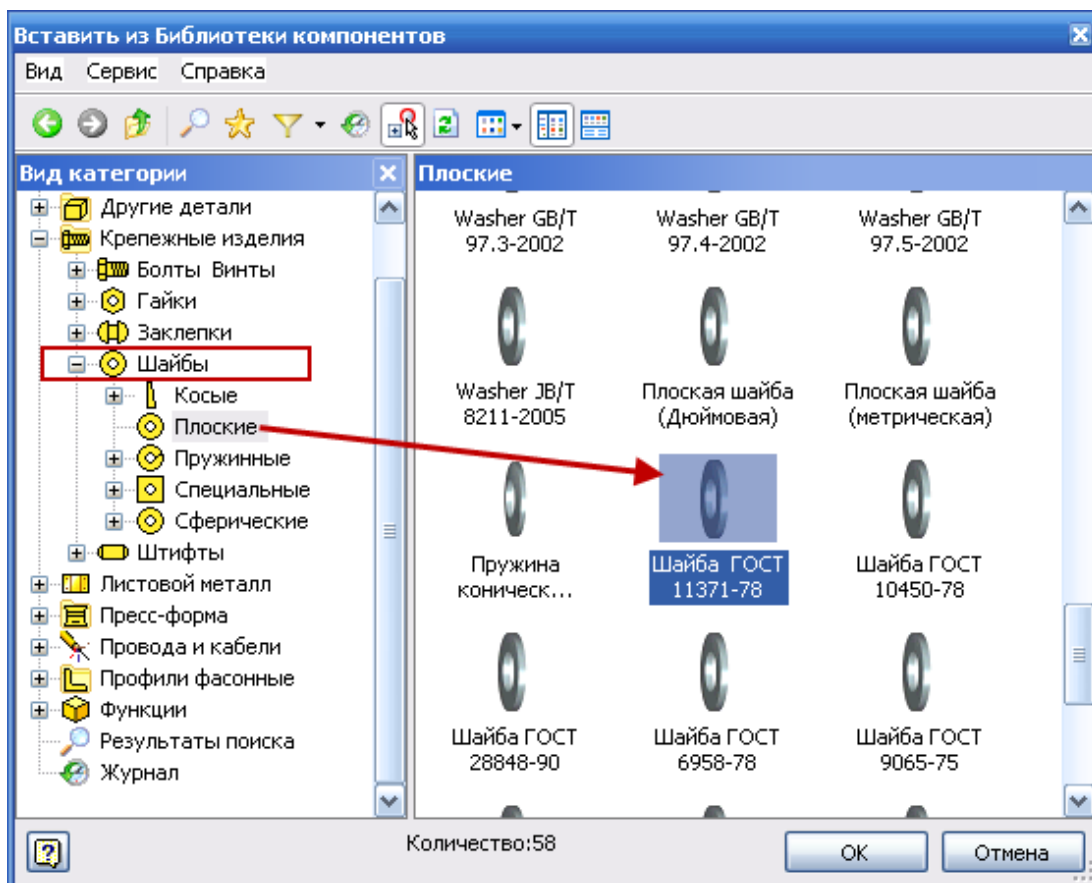

Рис. 3.80. Диалоговое окно **Вставить** из библиотеки компонентов
-  **Вставить из библиотеки компонентов** (рис.3.80).